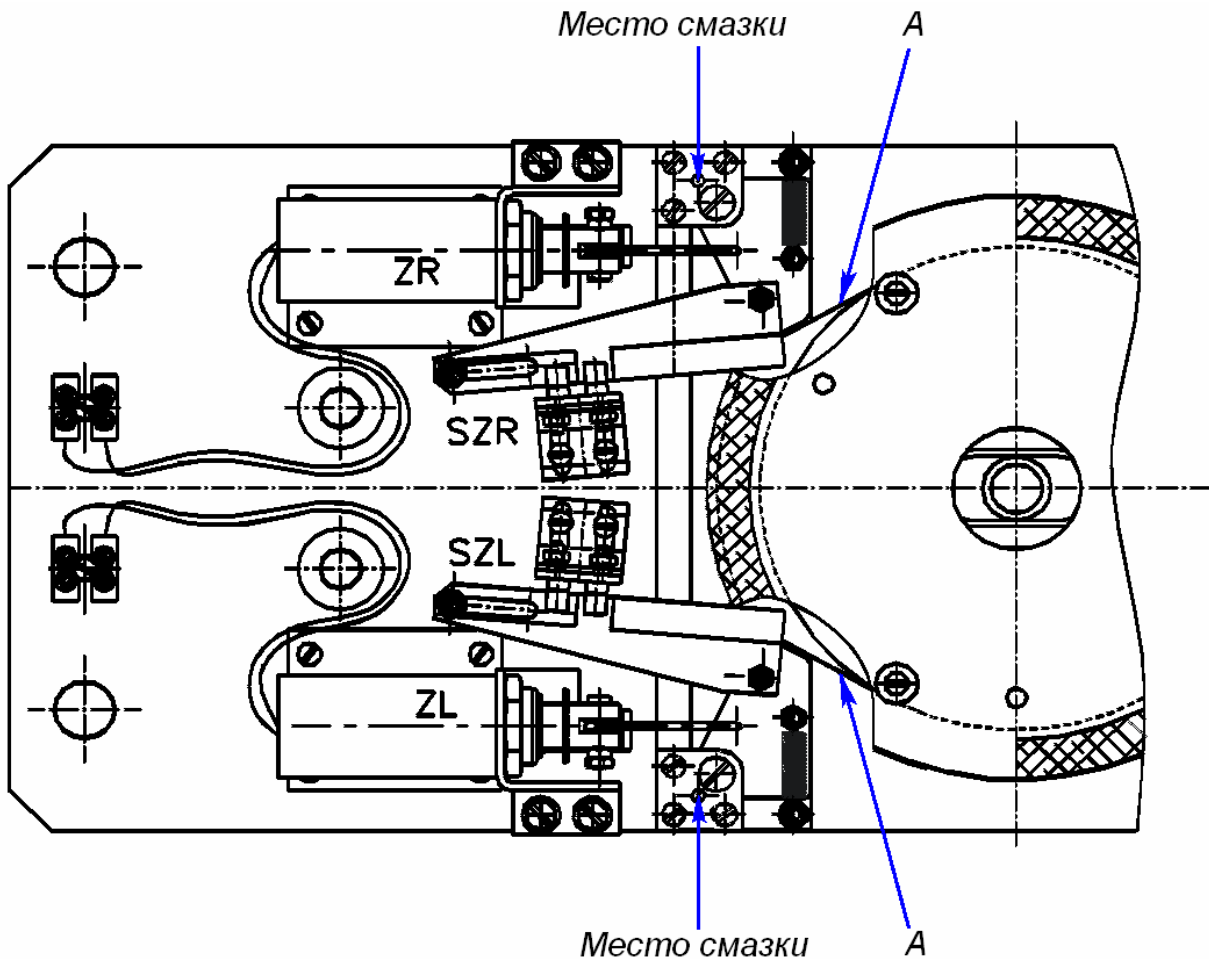

Рисунок 19. Вид сверху на исполнительный механизм, установленный в балке привода (13), с указанием мест смазки
- стопорные шпонки и контактные поверхности А исполнительного механизма. По две – три капли масла в каждое место смазки (места смазки указаны на рис. 19).